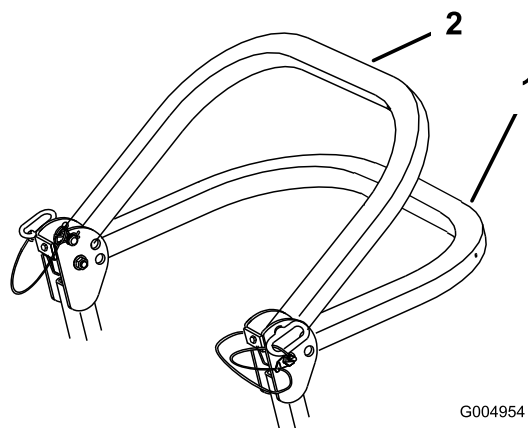

Figura 7
2. Abbassate il roll bar. Il roll bar può essere abbassato in due posizioni. Vedere Figura 7 .